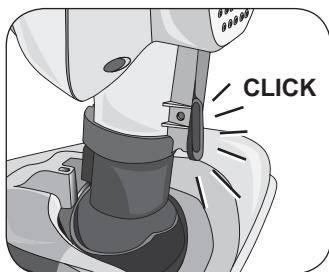

Fig. 13
Pour utiliser les accessoires de petite dimension, il faut retirer la tête à vapeur (A) et la tige télescopique (J). Appuyer sur l'attache de la tête à vapeur (Fig. 13). Retirer la tête à vapeur. Appuyer sur le bouton de déblocage du manche (H). Retirer la tige télescopique.